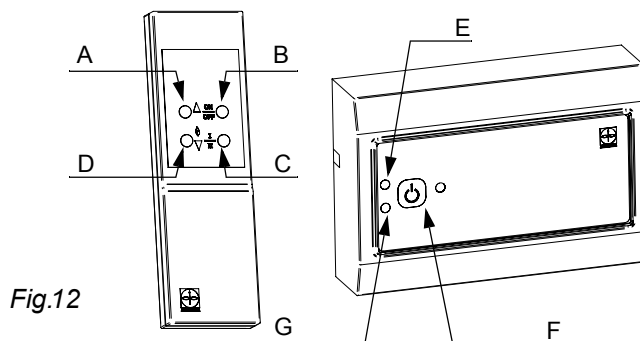

Fig.12
- Druk gelijktijdig op de UIT/AAN knop (fig. 12-B) en de brander start knop gedurende 1 seconde (fig. 12-D).
- Indien de mogelijkheid bestaat, kan het vuur HOOG/LAAG geschakeld worden door op de desbetreffende toets op de afstandsbediening te drukken (fig. 12-C). De indicatie LED zal één keer knipperen voor de LAGE stand en twee keer voor de hoge stand van het vuur.
- Het ventilator toerental kan tijdens het bedrijf handmatig aangepast worden, middels de toerental toetsen op de afstandbediening (fig. 12-A/12-D). Tijdens het indrukken van de toetsen zal de indicatie LED knipperen. Het toerental kan nooit onder de minimale instelling ingesteld worden.
- Om het systeem uit te schakelen, drukt u nogmaals op de AAN/UIT toets (fig. 12-B).
- Druk op de AAN/UIT toets (fig. 12-F).
- Om het systeem uit te schakelen, drukt u nogmaals op de AAN/UIT toets (fig. 12-F).
### Indicatie LED (Fig. 12-E)
Indicatie LED (fig. 12-E)	Omschrijving
(Fig. 12-G)**
Gedurende minimaal 4 seconden op de ON/OFF-toets (fig. 12-F) drukken verhoogt de snelheid van de rookgasafzuiging in bedrijf. Deze verhoogde snelheid wordt weer geannuleerd als de regelunit wordt uitgeschakeld.